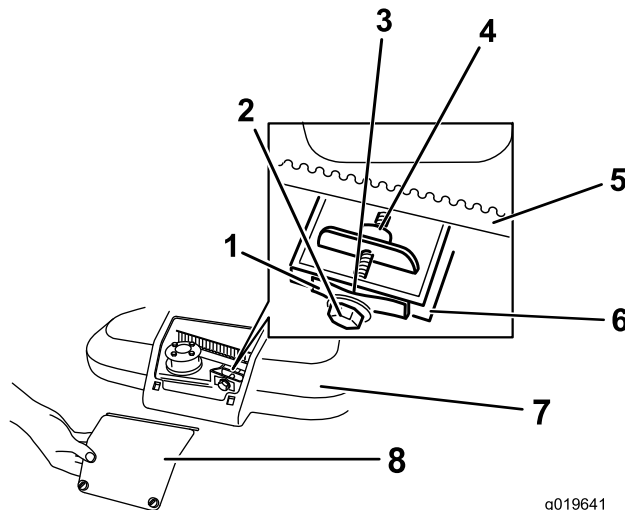

Figure 39
1. Desserrez les 2 vis qui se trouvent sur le panneau du couvercle de courroie, et déposez le panneau (Figure 39).
3. Tenez une jauge d'épaisseur de 0,255 mm, un morceau de papier, ou une carte contre la paroi et faites-le glisser derrière le ressort de tension de courroie (Figure 39).
**Remarque:** S'il y a un espace visible entre la jauge et le ressort, serrez le boulon et l'écrou de réglage jusqu'à ce que le papier puisse tout juste glisser à travers l'espace (Figure 39).